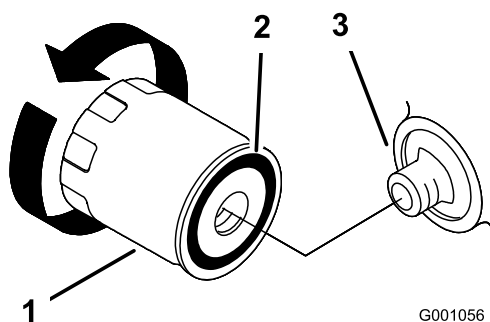

Figure 48
2. Déposez le filtre à huile usagé et essuyez la surface du joint de l'adaptateur (Figure 48).
5. Appliquez une fine couche d'huile neuve sur le joint en caoutchouc du filtre de rechange (Figure 48).
6. Posez le filtre à huile de rechange sur l'adaptateur, vissez le filtre dans le sens horaire jusqu'à ce que le joint en caoutchouc rencontre l'adaptateur, puis vissez-le encore de 2/3 de tour à 1 tour (Figure 48).